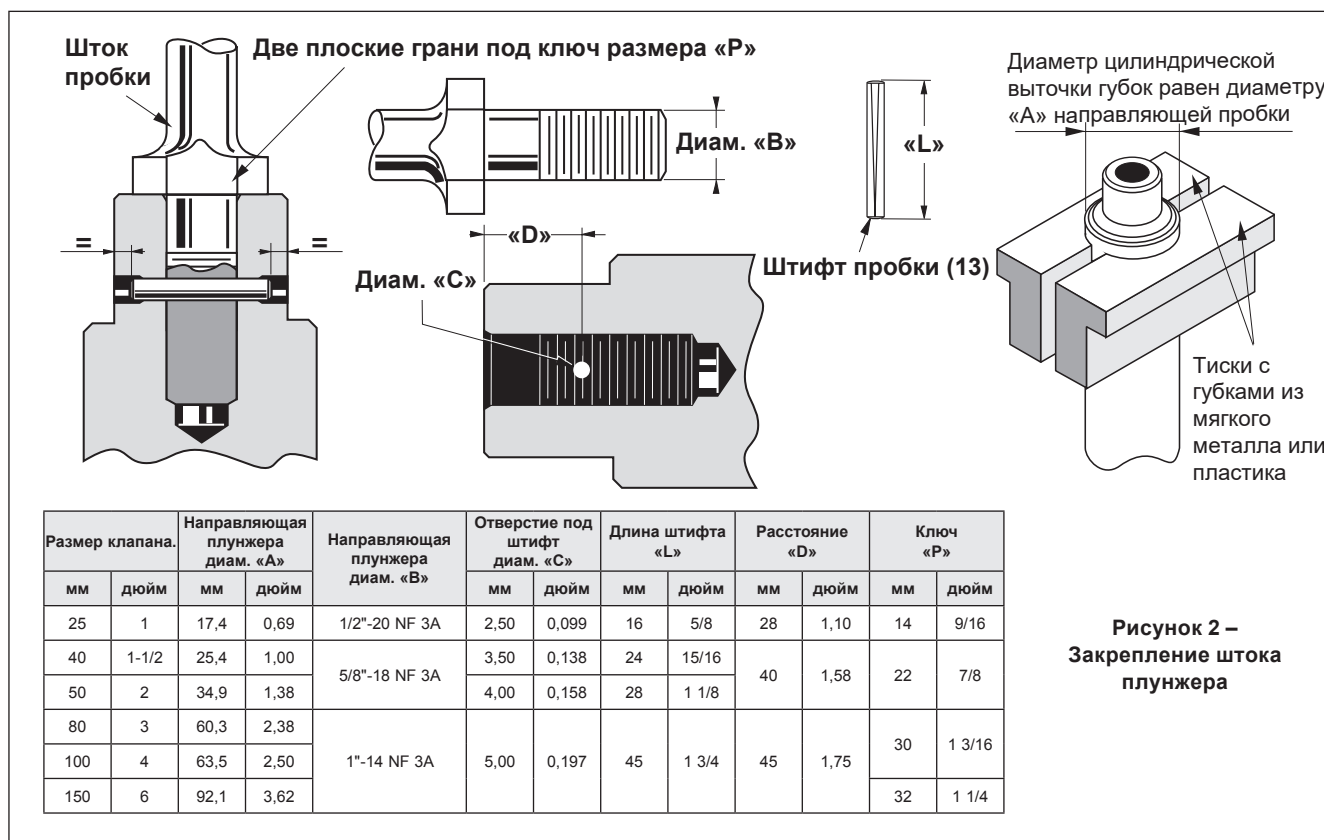

Рисунок 2 –
Штифтовое соединение штока плунжера (рисунок 2)
Во время закрепления необходимо соблюдать осторожность, чтобы не повредить опорную поверхность или направляющую плунжера. Всегда используйте тиски с губками из мягкого металла или пластика, прошедшими специальную механическую обработку, чтобы удерживать направляющую поверхность плунжера (см. рисунок 2).
- Зажмите направляющую поверхность плунжера в тисках (см. рисунок 2).
- просверлить в штоке или узле плунжер/шток отверстие диаметром «C» (см. рисунок 2).
- измерьте расстояние «D» (см. рисунок 2);
- Выберите штифт подходящего размера (см. рисунок 2). Нанесите на штифт небольшое количество смазки и рукой поместите его в начальную часть отверстия.
- Вставьте штифт в отверстие, постукивая по нему молотком. Завершите операцию закрепления, следя за тем, чтобы штифт оказался заглублен на одинаковое расстояние с обеих сторон (см. рисунок 2).